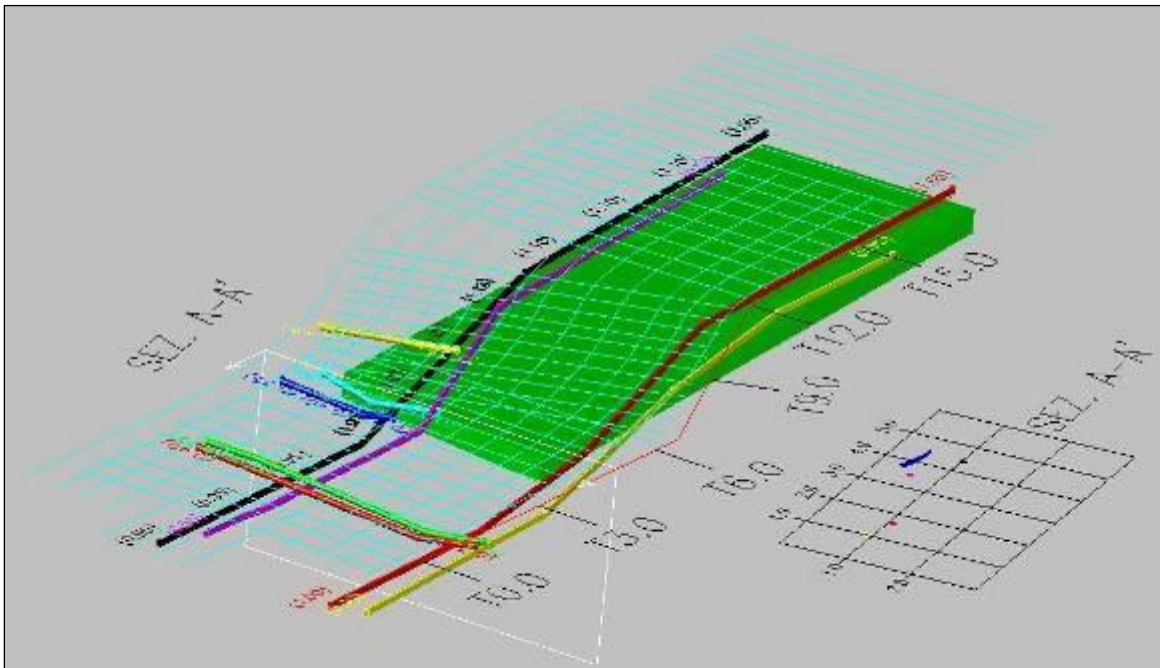

Fig. 6.6 – 活性化レンダリングを伴う 3D 画像
8. **Shade 3D Objects**  は、AutoCad ファイル内の全 3D エLEMENTの“レンダリング”を自動的に実行する (Fig. 6.6 を参照)。